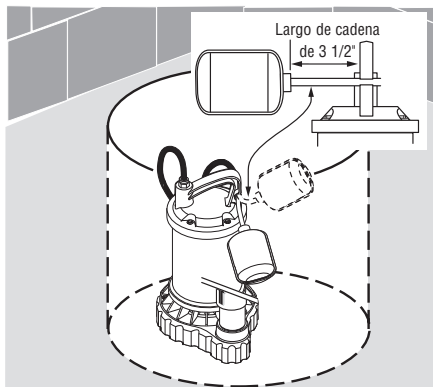

Figura 3
3. Coloque la bomba en el sumidero; verifique que nada interfiera con el funcionamiento del interruptor. Para modelos de interruptores anclado, el largo de la cadena debe estar de 3 1/2" (Consultar la figura 3).